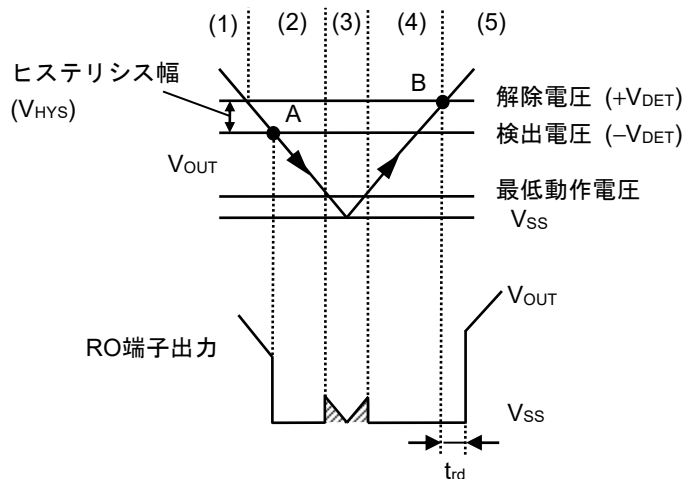

図40 ディテクタ部のタイミングチャート
- (1) レギュレータの出力電圧 (V_{OUT}) がディテクタの解除電圧 ($+V_{DET}$) 以上で、Nchトランジスタ (N1, N2) はオフになり、RO端子に "H" が出力されます。このときPchトランジスタ (P1) はオン状態で、コンパレータ (C1) への入力電圧は $\frac{R_B \cdot V_{OUT}}{R_A + R_B}$ になります。
- (2) V_{OUT} が低下し $+V_{DET}$ 以下になっても、検出電圧 ($-V_{DET}$) 以上であればRO端子に "H" が出力されます。 V_{OUT} が $-V_{DET}$ (図40のA点) 以下になるとC1によって制御されるN1はオンになり、 C_{DLY} が放電されます。同時に、遅延回路によって制御されるN2はオンになり、RO端子に "L" が出力されます。このときP1はオフになり、C1への入力電圧は $\frac{R_B \cdot V_{OUT}}{R_A + R_B + R_C}$ になります。
- (3) V_{OUT} がさらに低下し、ICの最低動作電圧以下になると、RO端子出力は不定になります。RO端子がプルアップされる場合、"H" が出力されます。
- (4) V_{OUT} が最低動作電圧以上に上昇するとRO端子に "L" が出力されます。また、 V_{OUT} が $-V_{DET}$ を越えても $+V_{DET}$ 未満の場合には出力は "L" になります。
- (5) さらに V_{OUT} を上昇させ $+V_{DET}$ (図40のB点) 以上になるとN1はオフになり、 C_{DLY} が充電されます。 V_{DLY} がしきい値電圧 (1.25 V typ.) になると、遅延回路によって制御されるN2はオフになり、RO端子に "H" が出力されます。